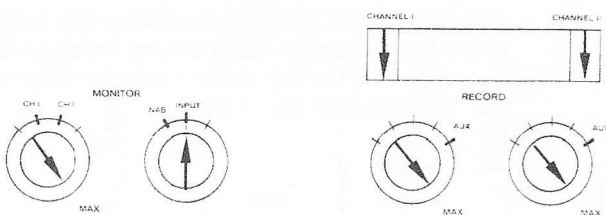

Bild 6.5.-71
– Bedienungselemente nach Bild 6.5.-71 einstellen.